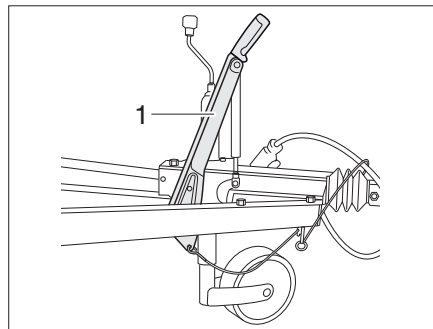

Fig. 12 Freno de retención
- Para soltar la palanca de freno (Fig. 12,1) empujarla hacia arriba y luego bajarla.